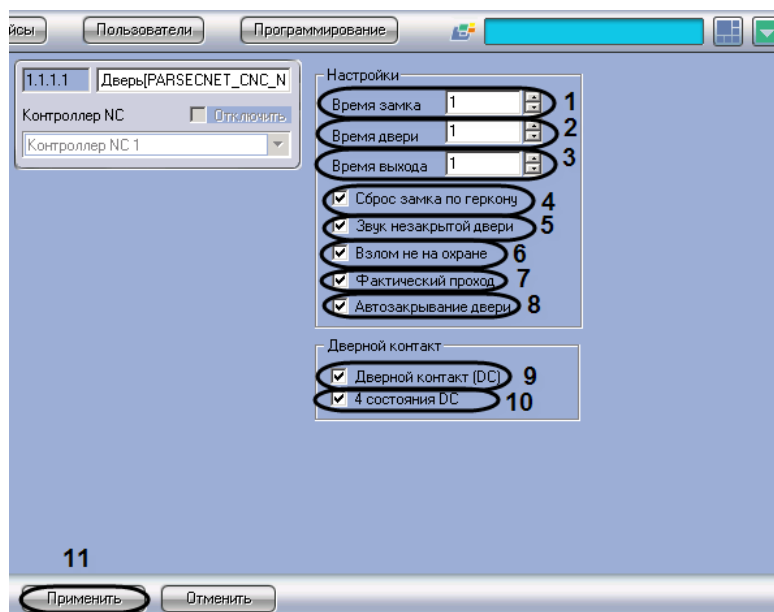

Рис. 3.4—11 Настройка точки прохода Дверь
2. В поле **Время замка** ввести период времени в секундах, в течение которого замок двери остаётся открытым (см. Рис. 3.4—11, 1).
3. В поле **Время двери** ввести время в секундах, отсчитываемое после окончания времени замка и по истечении которого контроллер генерирует тревожное событие **Дверь оставлена открытой** (см. Рис. 3.4—11, 2).